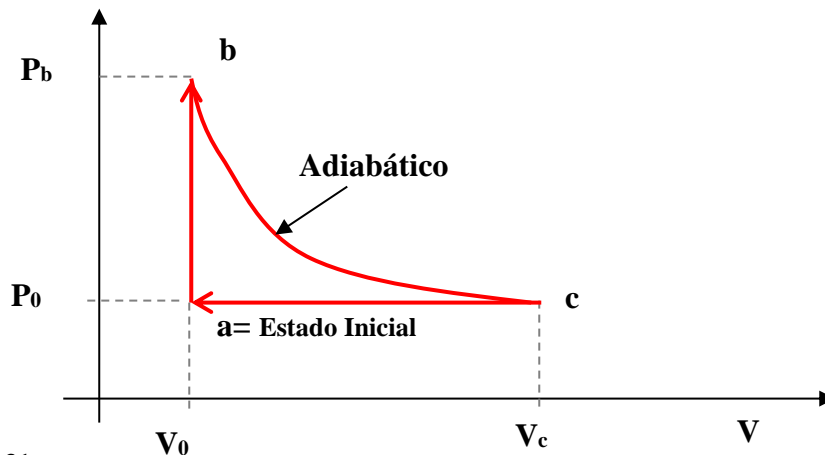

Figura xx. 31
- 37) Tenemos 100 g de un gas ideal monoatómico, He, $M=4$, que tiene un volumen $V_0 = 50L$, presión $P_0 = 1 \text{ At}$, realiza un ciclo como el descrito en la Figura xx.31.
Caso B) Realice el mismo caculo que en A, pero suponiendo el proceso de la Figura xx.31 es isotérmico.